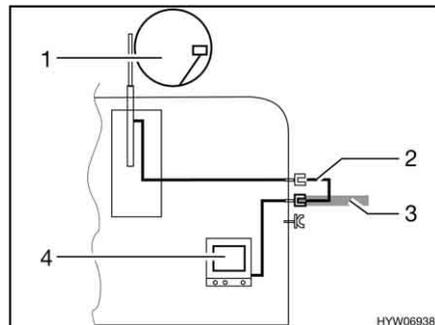

Bild 171 TV im Fahrzeug
- TV im Fahrzeug (Bild 171,4): Anschluss an Dachantenne (Bild 171,1) mit Verbindungskabel (Bild 171,2)
- TV im Fahrzeug (Bild 171,4): Anschluss an externe Antenne (Bild 171,3)